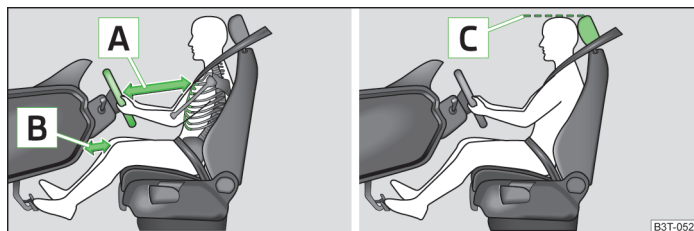

Fig. 158 Posizione corretta del conducente/Regolazione corretta del poggiatesta
- Impostare lo sterzo in maniera tale che la distanza tra volante e sterno sia pari ad almeno 25 cm **A** » fig. 158 e la distanza delle gambe dalla plancia nel settore dell'airbag delle ginocchia sia pari ad almeno 10 cm **B**.
- Regolare il poggiatesta in modo che il bordo superiore del poggiatesta si trovi all'incirca alla stessa altezza della parte superiore del proprio capo ¹⁾  » fig. 158 a pagina 188.
- Regolare il poggiatesta in modo che il bordo superiore del poggiatesta si trovi all'incirca alla stessa altezza della parte superiore del proprio capo  » fig. 158 a pagina 188.